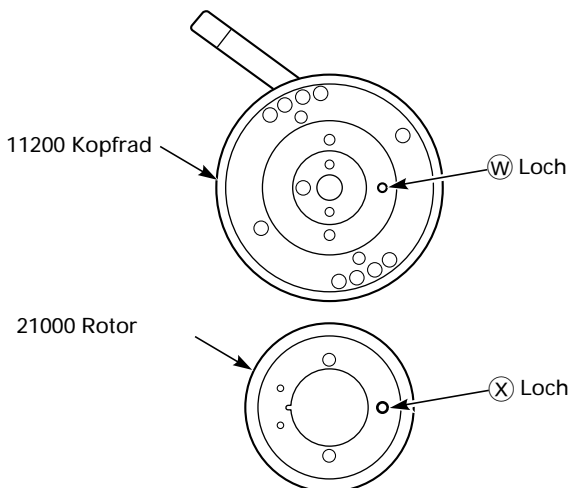

Fig. 8.39
- Drei Schrauben (Pos. 10400) auf der Unterseite des Laufwerks lösen und die Bandtrommel kpl. (Pos. 11000) herausnehmen (Fig. 8.39).
Hinweis: Nach dem Einbau des Rotors (Pos. 21000) muß die Phase entsprechend der Phase des Kopfrads abgeglichen werden. Die Löcher (W) des Kopfrads und (X) des Rotors (Pos. 21000) müssen gemäß Fig. 8.39 auf der gleichen Seite liegen. Die Schrauben (Pos. 30000) für den Rotor (Pos. 21000) und den Stator (Pos. 22000) mit einem Drehmoment von 2.5 bis 3.5 kg/cm befestigen.